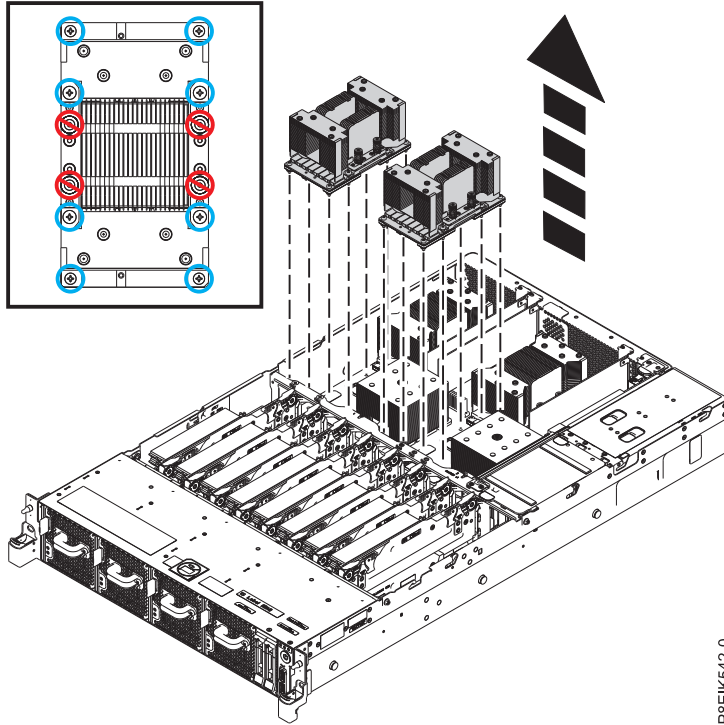

Figure 75. Retrait des huit vis de chaque GPU ; ne pas desserrer les quatre vis à ressort. Illustration du retrait de deux GPU.
4. Retirez les huit vis du GPU que vous déposez (voir figure 75, à la page 63).